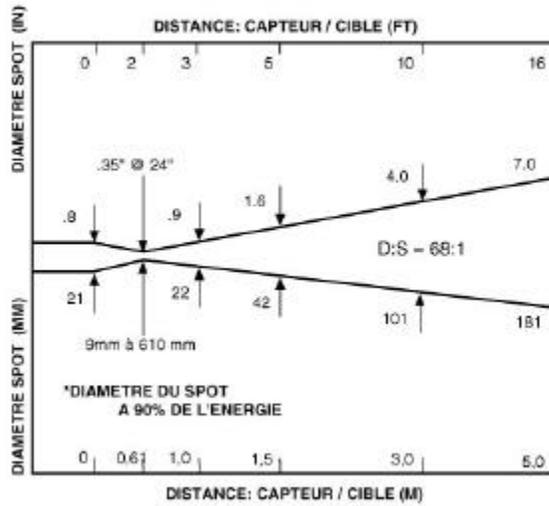

Figure 3-3. Série OS550 (-1 FOV)
2. Le champ optique de vision du capteur doit tomber à l'intérieur de la zone autour de la cible à mesurer. Voir Figure 3-2. Les Figures 3-3 à 3-8 montrent les champs de vision en fonction de la distance pour différents thermomètres.